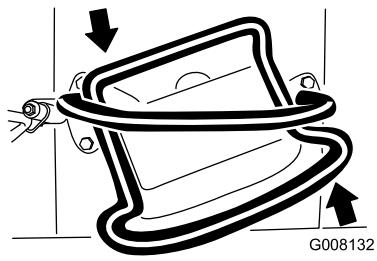

Bild 10
- Drehen Sie den Fahrantriebshebel nach links, um nach links zu fahren (Bild 10).